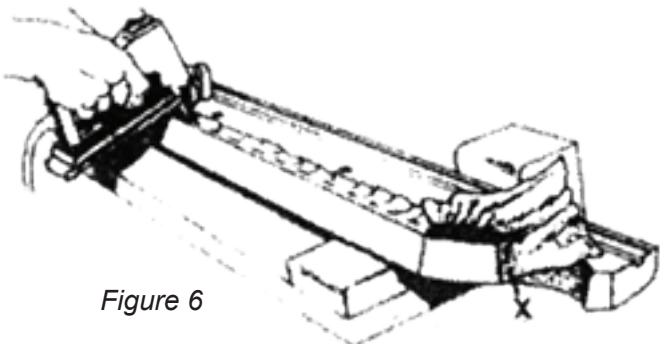

Figure 6
8. En étirant fermement le tapis au-dessus du rebord de la poche, fixez 3 agrafes à l'endroit marqué d'un X à la Figure 6.
9. Pour une bande d'extrémité, répétez l'étape précédente à l'autre bout de la bande. Ensuite, en partant du centre, en allant vers les extrémités, étirez le tissu par-dessus le coussin et agrafez le centre de la partie inférieure de la bande (figure 6).